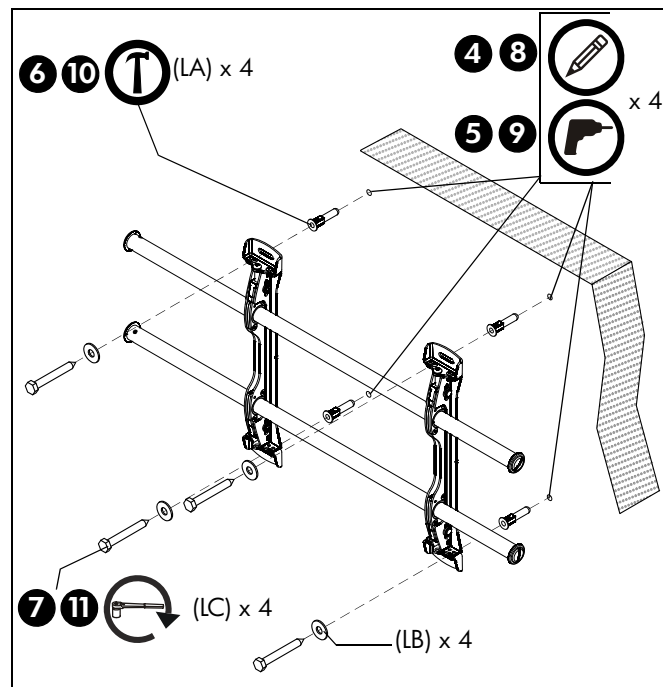

рис. 3
4. При помощи уровня сделайте на стене отметки в местах размещения верхних монтажных отверстий. (См. рис. 3)
6. Забейте молотком дюбели (LA) в каждое направляющее отверстие.
7. Прикрепите верхнюю часть крепления к дюбелям в стене с помощью двух болтов 5/16 x 2-1/2" (LC) и двух плоских шайб 5/16" (LB).
8. Отметьте точки размещения нижних монтажных отверстий. (См. рис. 3)
9. Просверлите в отмеченных местах по одному направляющему отверстию. (См. рис. 3)
10. Забейте молотком дюбели (LA) в каждое направляющее отверстие.
11. С помощью двух болтов 5/16 x 2-1/2" (LC) и двух плоских шайб 5/16" (LB) прикрепите крепление через нижние монтажные отверстия. (См. рис. 3)